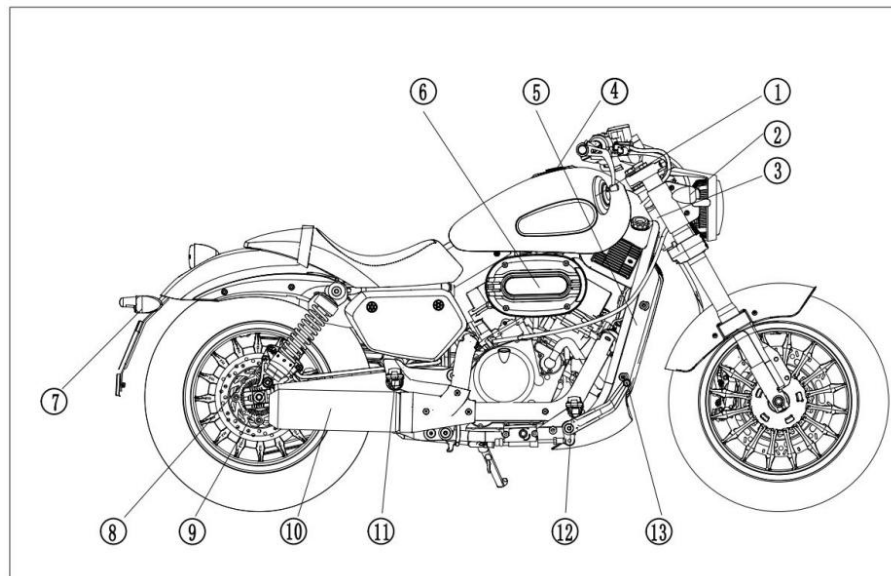

Fig.2
2. (Fig.2)
- ① Specchietto retrovisore DX
- ② Indicatore direzione singolo ant. DX
- ③ Numero di telaio
- ④ Coperchio serbatoio
- ⑤ Targhetta
- ⑥ Filtro aria
- ⑦ Indicatore direzione singolo post. DX
- ⑧ Pinza freno posteriore
- ⑨ Sospensione posteriore
- ⑩ Marmitta di scarico